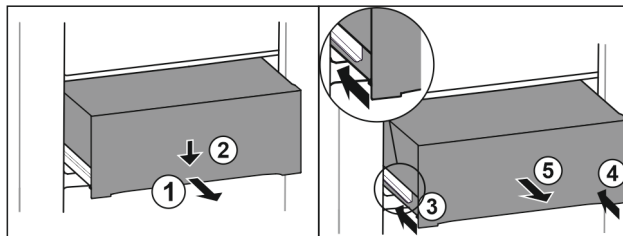

Fig. 183
- Tërhiqni jashtë sirtarin deri në gjysmë. Fig. 183 (1)
- Shtypni për poshtë sirtarin në pjesën përpara. Fig. 183 (2)
- Shtyni brenda shinën e majtë rreth 2 cm. Fig. 183 (3)
- Shtyni brenda shinën e djathtë rreth 2 cm. Fig. 183 (4)
- Hiqeni sirtarin nga përpara. Fig. 183 (5)